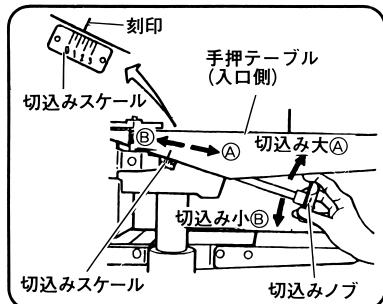

図 15
(1) 手押テーブル（入口側）の刻印が示す切込みスケールの寸法が切込み量となります。
(2) 切込みノブをⒶ方向にまわすと切込み量が多くなり、Ⓑ方向にまわすと切込み量が少なくなります。 (図 15)